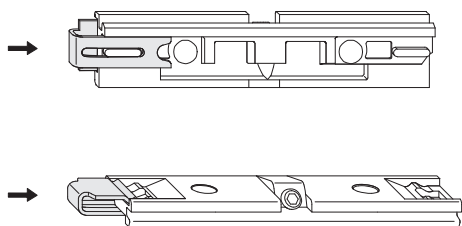

Bild 1
- A** Feder (1) in Vormontageposition DIN rechts/links auf Scherenlagerbock (2) klipsen (Bild 1).